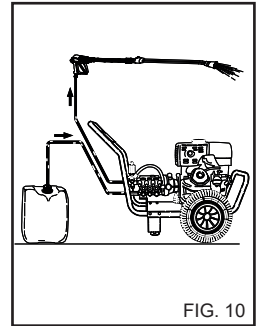

FIG. 10
1) Efter anvendelse med rengøringsmiddel skal opsuigningskredsen (fig. 10) skylles. Sæt rengøringsmiddelopsuigningsrøret i en dunk med rent vand, og sæt pumpen i drift i 1 minut, mens doseringshanen er helt åben, og dyserøret befinder sig i fasen for rengøringsmiddeludstrømning.
4) Efter anvendelse med rengøringsmiddel skal opsugningskredsen skylles, rengøringsmiddelopsugningsrøret (fig. 10) sættes i en dunk med rent vand og pumpen sættes i drift i 1 minut, mens dyserøret befinder sig i fasen rengøringsmiddeludstrømning.